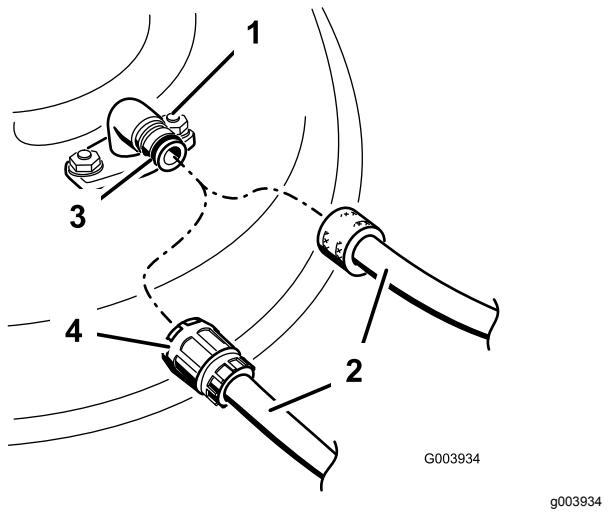

Figura 30
4. Montate il tubo flessibile sul raccordo di lavaggio e quindi aprite il rubinetto per erogare un getto forte (Figura 30).